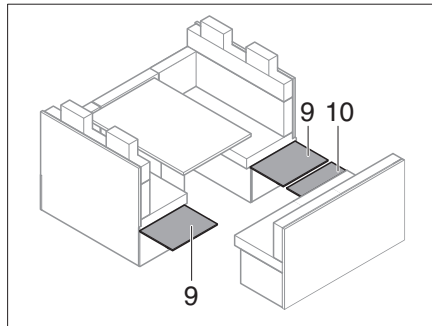

Bild 232 Seitenwände ausklappen
- Sitzkasten-Seitenwände (Bild 232,9) und Sitzkasten-Vorderwand (Bild 232,10) der Längsbank ausklappen.